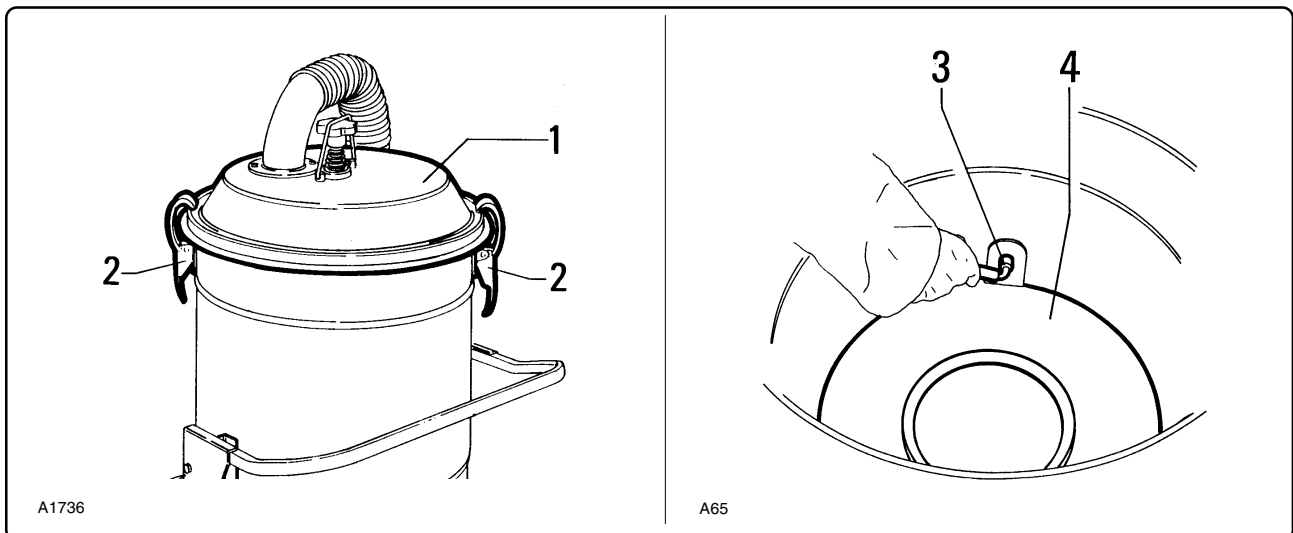

Fig. 7.5.10
**7.5.8 - Pulizia o sostituzione del ciclone fig. 7.5.10**
**7.5.8 - Cleaning or replacing the separator fig. 7.5.10**
**7.5.8 - Nettoyage ou remplacement du cyclone fig. 7.5.10**
**7.5.8 - Reinigen oder Ersetzen des Zyklons (Abb. 7.5.10)**